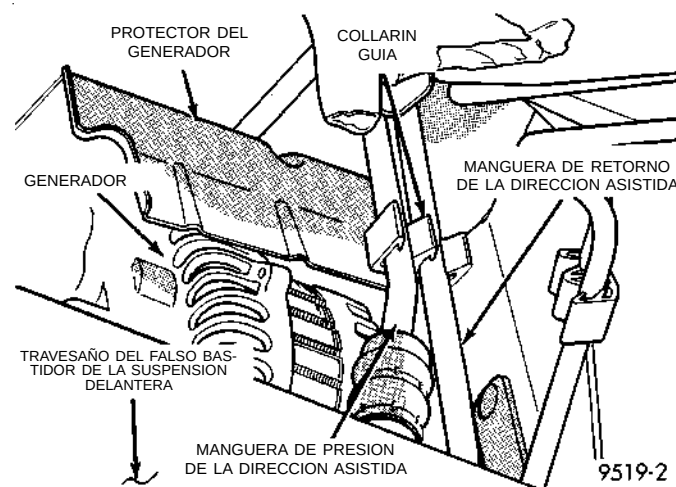
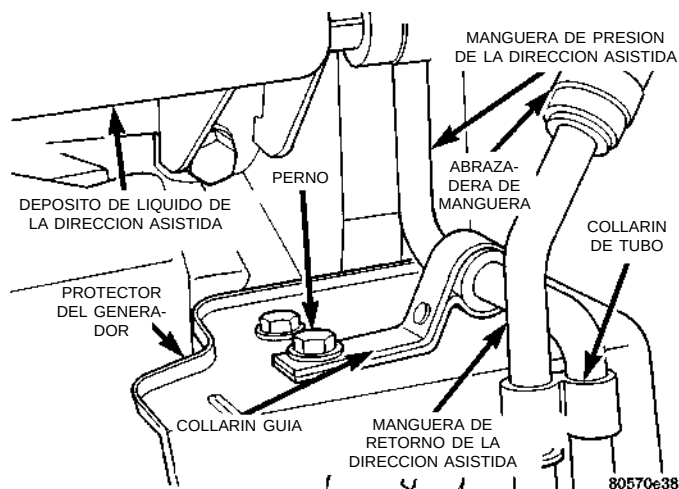
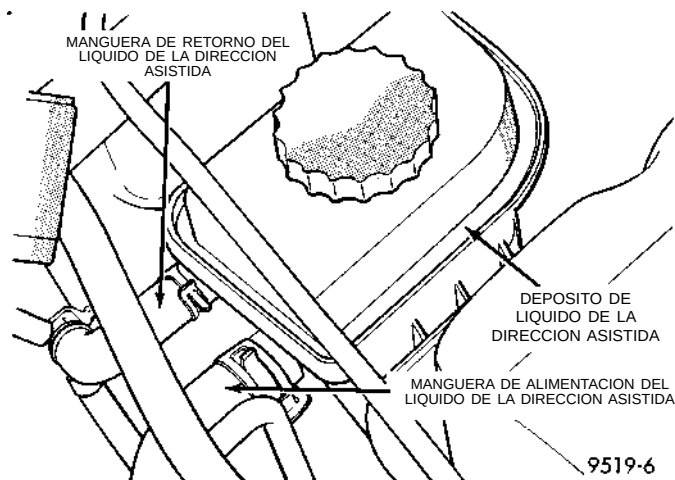

Fig. 16 Collarín guía de la manguera de la dirección asistida en el protector del generador
Fig. 17 Collarín de tubo en el protector del generador
Fig. 18 Manguera de retorno de la dirección asistida en el depósito
(3) Retire la manguera de retorno de la dirección asistida del collarín guía en el protector del generador (Fig. 16).
(4) Baje el vehículo.
(5) Retire el collarín de tubo en el protector del generador (Fig. 17) que sujeta la manguera de retorno de líquido de la dirección asistida a la manguera de presión de líquido de la dirección asistida.
(6) Retire la abrazadera de manguera que fija al depósito la manguera de alimentación de líquido de dirección asistida (Fig. 18). Después retire del depósito de líquido de dirección asistida la manguera de retorno de la dirección asistida.
(2) Instale la manguera de retorno de dirección asistida en la conexión del depósito de líquido de dirección asistida. Instale la abrazadera de manguera en la manguera de retorno de la dirección asistida en el depósito de líquido de la dirección asistida (Fig. 18). **Asegúrese de que la abrazadera de la manguera esté instalada más allá del reborde remachado de dicho depósito.**
(3) Eleve el vehículo.
(4) Junte las mangueras de retorno y de presión de la dirección asistida con el collarín (Fig. 17).
(6) Instale la manguera de retorno de la dirección asistida en el collarín guía en el protector del generador (Fig. 16).
(7) Baje el vehículo.
(8) Ponga en marcha el motor y déjelo funcionar unos segundos. Después apáguelo.
(9) Añada líquido si es necesario. Repita el procedimiento anterior hasta que el nivel de líquido permanezca constante después de hacer funcionar el motor.
(10) Eleve las ruedas delanteras hasta que no toquen el suelo.
(11) Ponga en marcha el motor. Haga girar lentamente el volante de dirección a la derecha y a la izquierda, tocando apenas los toques del volante. Luego detenga el motor.
(12) Añada líquido de dirección asistida si es necesario.
(13) Baje el vehículo y gire el volante de dirección lentamente de tope a tope.
(14) Detenga el motor. Verifique el nivel del líquido y vuelva a llenar según sea necesario.
(15) Si el líquido está muy espumoso, deje el vehículo detenido por unos minutos y repita el procedimiento anterior.
(16) Una vez instalada la manguera, verifique todas las mangueras por si hubiera fugas.